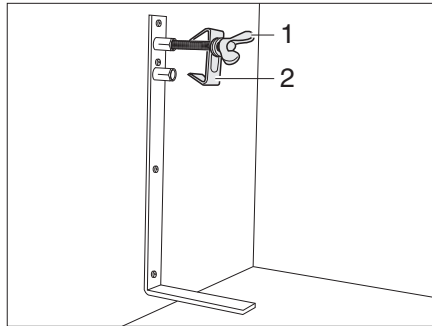

Bild 162 Ersatzrad-Halterung
- Die Schraube (Bild 162,1) lösen und mit der Zentrierung (Bild 162,2) abnehmen.